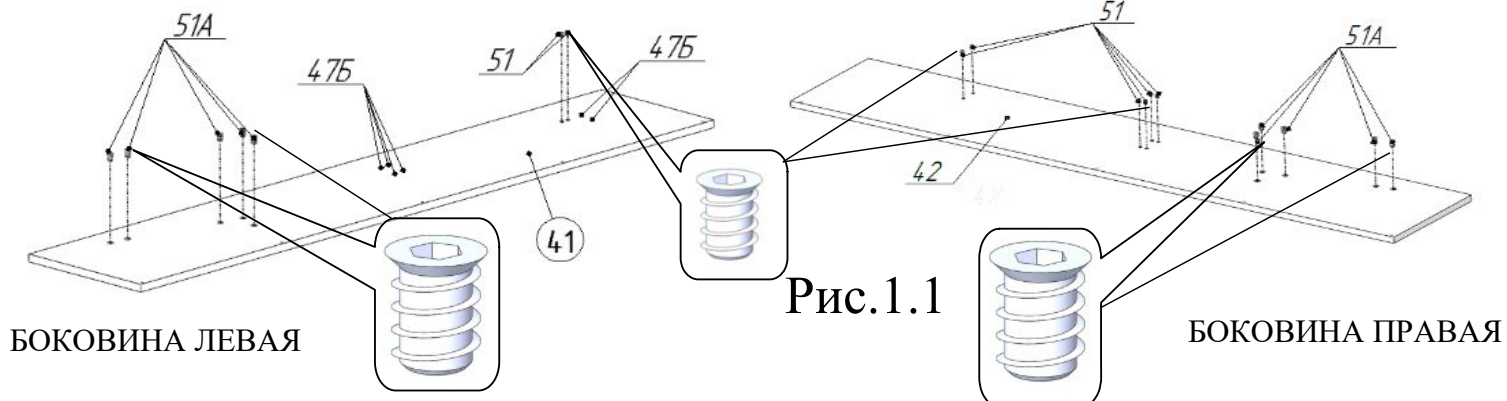
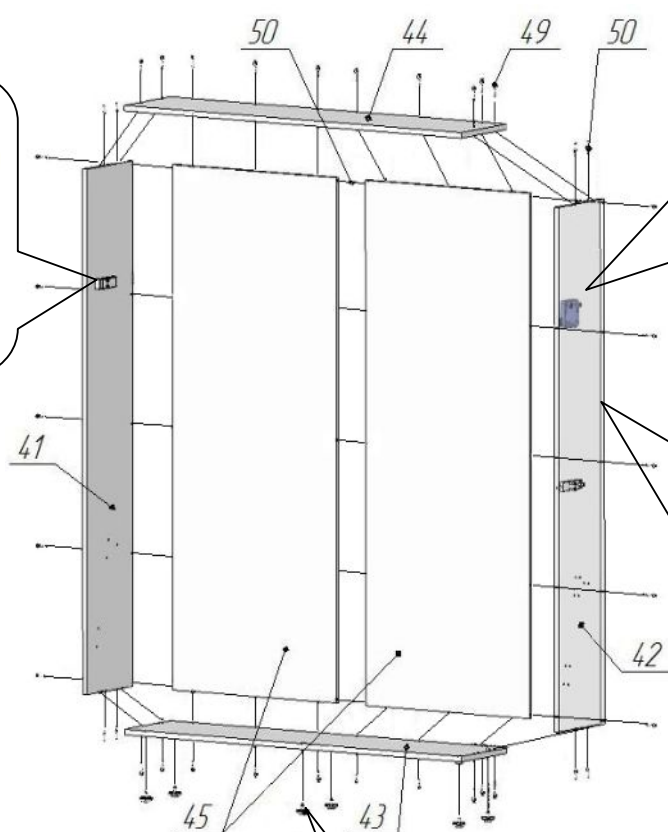
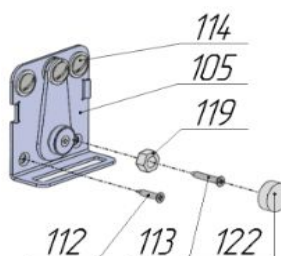

Рис.1.1
Рис.1.2
Рис.10.1 Закрепление при установке механизма на ЛЕВОМ щите короба
Установить в боковины поз.41, 42 футорки поз.51,51А, используя шестигранные ключи 6мм и 8мм (рис.1.1). Завинчивание футорок производить до совпадения торцев с плоскостью боковин поз.41,42. Установить заглушки поз.47Б в неиспользуемые отверстия в соответствии с рис. 1.1. Состыковать стенки задние поз.45 между собой, используя шканты поз.50. Собрать вокруг стенок задних поз.45 боковины поз.41, 42 и панели поз.43, 44 в соответствии с рис.1.2, используя шканты поз.50 и винты-конфирматы поз.49. Установить на головки винтов-конфирматов поз.49 заглушки поз.47А.
10. Поднять раму кровати в вертикальное положение. Надавливанием на верхние углы рамы в горизонтальном направлении, добиться одинаковых зазоров слева и справа между рамой и боковинами короба поз.41,42 (рис.1.2).
В случае, если поверхность щита декоративного поз.40 в закрытом (НАЖАТОМ ДО ЩЕЛЧКА МЕХАНИЗМА) вертикальном положении совпадает с кромками боковин поз.41,42 (рис.1.2), регулировка механизма не требуется. Можно провести его окончательное закрепление саморезами поз.112 и 113, подложив под саморез поз.113 гайку поз.119 (рис.10.1, 10.2). Надеть на гайку колпачок поз.122. В зависимости от стороны, с которой установлен механизм фиксации поз.105, саморезы расположить в соответствии с рисунками 10.1 или 10.2.
При необходимости регулировки фиксированного положения, расслабить винты поз.114 (рис.10.1 и 10.2). Сместить в нужном направлении механизм фиксации поз.105.
Затянуть винты поз.114. Повторить поднятие рамы и закрывание. После окончания регулировки закрутить саморезы поз.112 и поз.113, подложив под саморез поз.113 гайку в соответствии с рисунками 10.1 или 10.2. Надеть на гайку поз.119 колпачок поз.122 (рис.10.1 и 10.2).